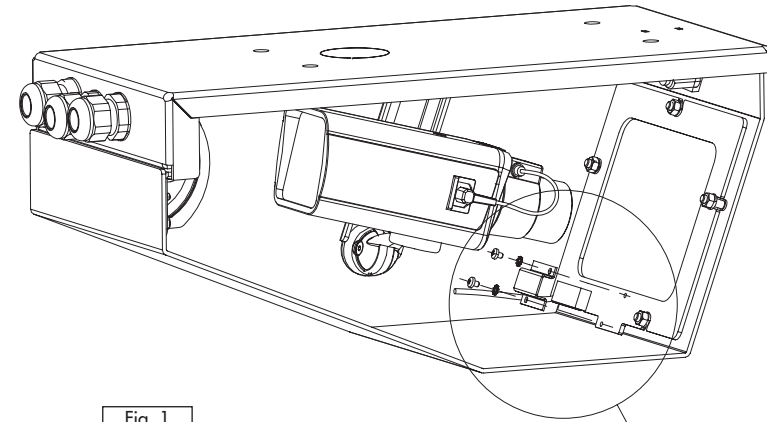

Fig. 1
- Montare il kit nella parte anteriore della custodia come indicato in Fig. 1, in sequenza: la resistenza PTC (1), il supporto di fissaggio (2), le rondelle e le viti (3).
- Monter le kit dans la face avant du caisson comme en Fig. 1, en installant en sequence: la résistance PTC (1), le support de fixation (2), les rondelles et les vis (3).
- Mount the kit in the front side of the housing as shown in Fig. 1, installing in order: the PTC resistance (1), the fixing support (2), the washers and the screws (3).
- Das Kit auf die vordere Seite des Gehäuses wie im Fig. 1 befestigen. In Ordnung: Widerstand PTC (1), Befestigunghalterung (2), U-Scheiben und Schrauben (3).